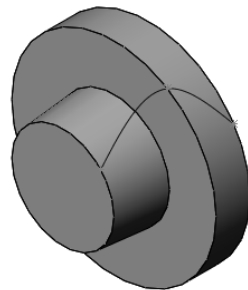

图 6-27 零件实体模型带边线上色显示
- [7] 零件实体模型带边线上色显示，如图 6-27 所示。